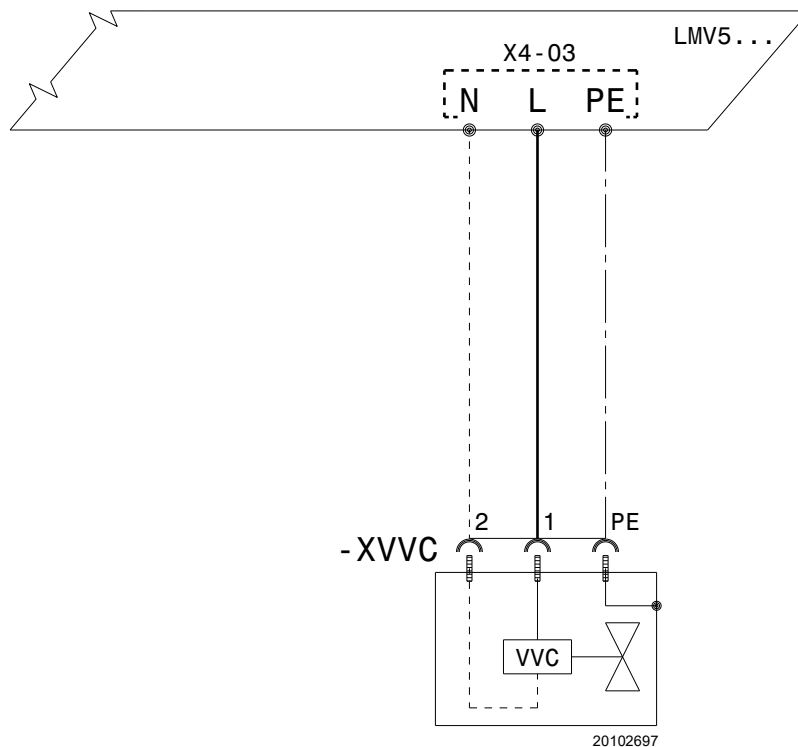

Fig. 16
Per i collegamenti elettrici procedere come segue (Fig. 16):
- Collegare l'alimentazione della valvola tramite il collegamento, fornito a corredo del kit, ai morsetti del connettore X4-03 del controllo fiamma LMV5... (Fig. 16);